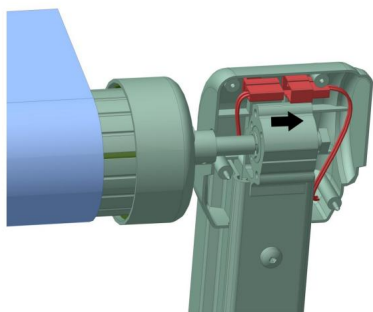
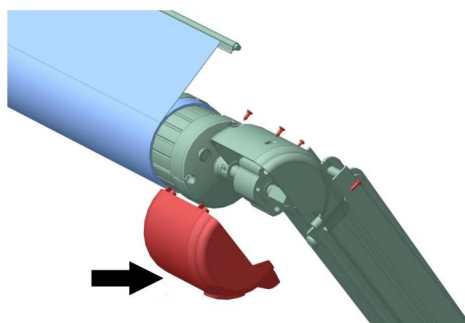

Figure D15
Figure D16
3.7.1 Placez le couvercle décoratif sur le dessus du bras pliant côté moteur (Figure D15), connectez le câblage du moteur et réinstallez le couvercle décoratif. (Figure D16)